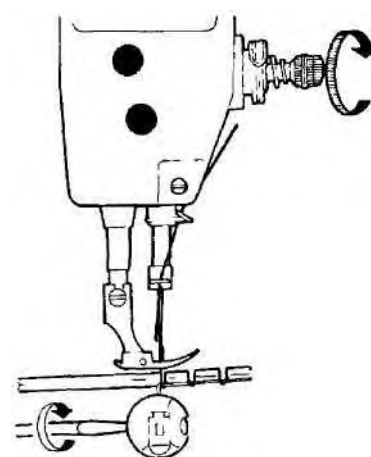

Рис.28.
(2) Натяжение игольной нити слишком слабое или натяжение шпульной нити слишком сильное: поверните гайку с накаткой регулятора натяжения по часовой стрелке, чтобы увеличить натяжение игольной нити или поверните регулировочный винт шпульного колпачка по часовой стрелке небольшой пластмассовой отверткой, чтобы уменьшить натяжение шпульной нити (рис. 28).